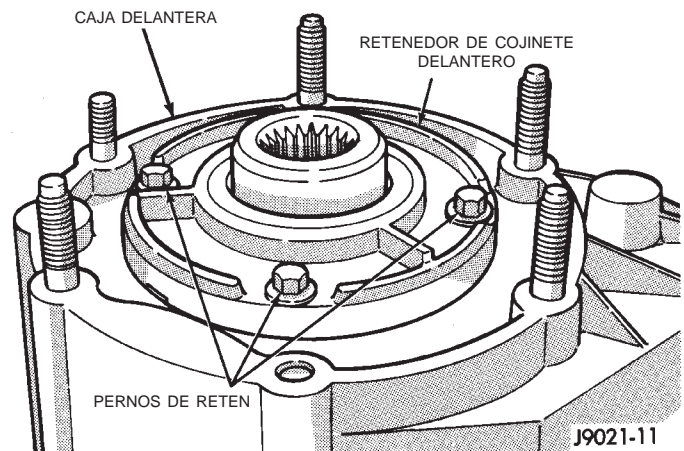

Fig. 31 Pernos de retén del cojinete delantero
- (1) Retire los pernos de fijación del retenedor del cojinete delantero (Fig. 31).